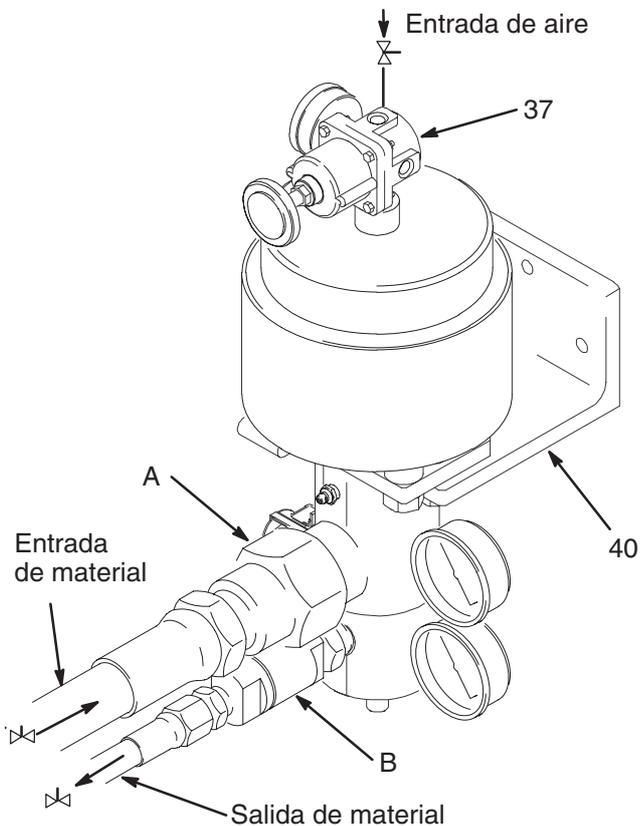

Fig. 1
NOTA: Los números de referencia y las letras entre paréntesis del texto hacen referencia a los números de la Fig. 1.
1. Usando el soporte de montaje adjunta (40), sujete la válvula compensadora de presión a un soporte rígido o a una pared capaz de soportar 34 kg. Vea la Fig. 1.
2. Conecte la línea de aire al regulador de la válvula compensadora de presión (37). Vea la Fig. 1.
3. Conecte la manguera de suministro de material al orificio de entrada de la válvula compensadora de presión (A) y conecte la manguera de descarga de material al orificio de salida de la válvula compensadora de presión (B). Vea la Fig. 1.